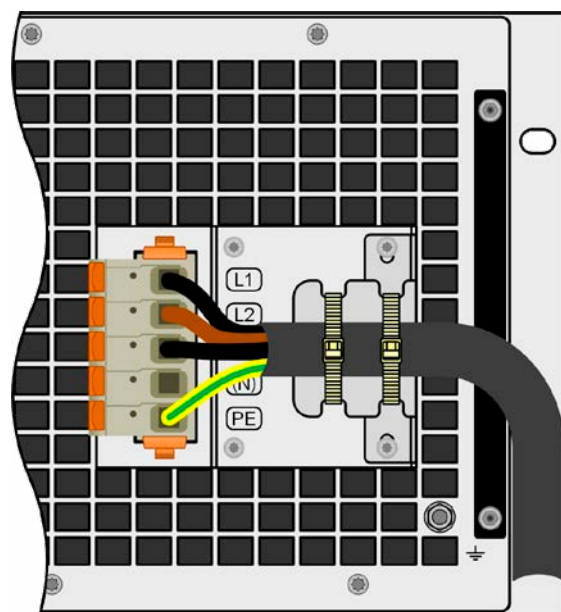

Bild 11 - Fertig montierte Zugentlastung
2. Den Haltewinkel anbringen und mit den mitgelieferten, längeren Schrauben (M3x8) und den Spansscheiben befestigen. Siehe *Bild 11* unten.